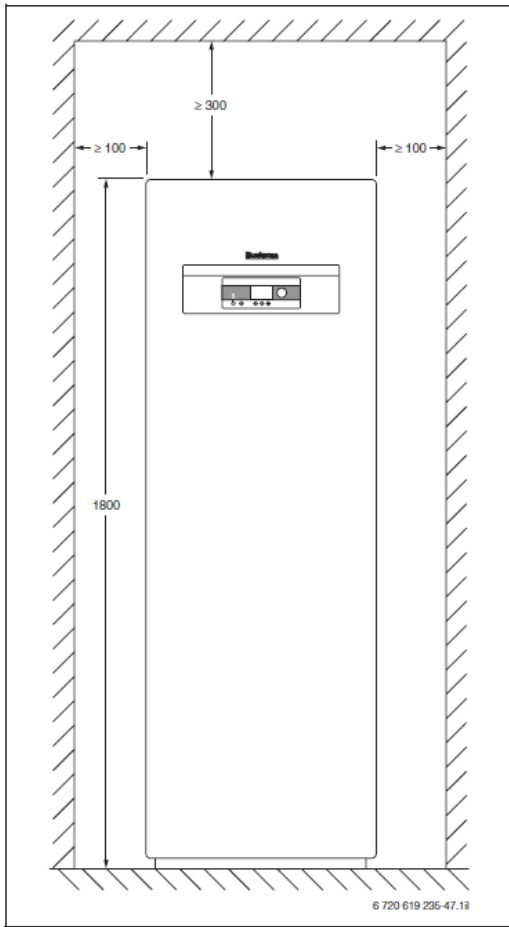

Рисунок 39 Установочные размеры тепловых насосов Logatherm WPS 6–11 К (указаны в мм)
- Установочные размеры (→ Рисунок 39)